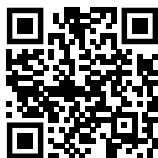

Fig. 155
- Abrir el Liebherr SmartMonitoring Dashboard. (consulte Fig. 155).